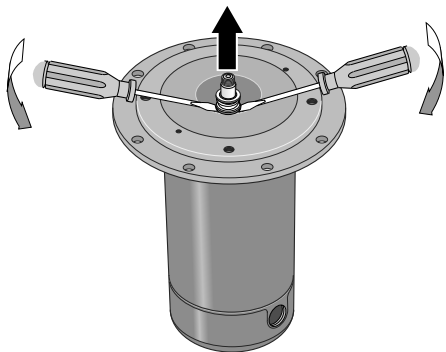

Figura 20 - Quite la placa selladora
- Paso 3. Quite la mitad giratoria del sello colocando dos destornilladores debajo del anillo sellador y levantando **con cuidado** (figura 20).